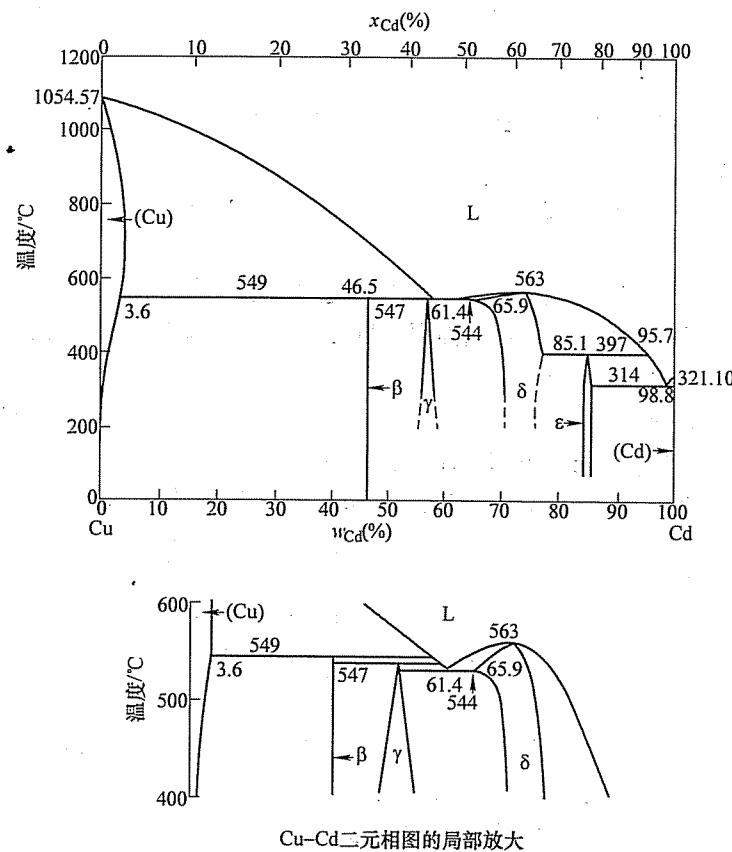

图 17-2 第三题第 2 小题图
2. (13 分) 图 17-2 所示为 Cu-Cd 二元相图全图及其 400 ~ 600℃ 范围的局部放大：